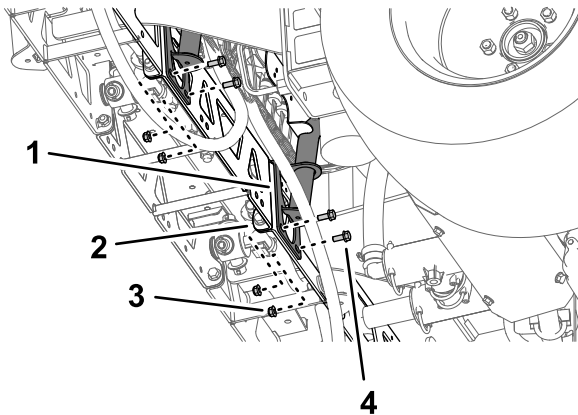
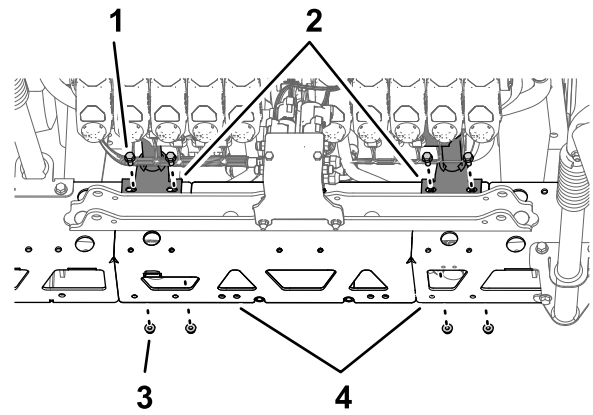

Figura 108
Figura 109
2. Alinee los orificios del soporte de montaje del soporte de las válvulas con los orificios del perfil de travesaño de la sección de brazo central (Figura 108).
3. Monte el soporte de las válvulas en el perfil del travesaño (Figura 108 y Figura 109) con 4 pernos (5/16" x 3/4") y 4 contratuercas con arandela prensada (5/16").